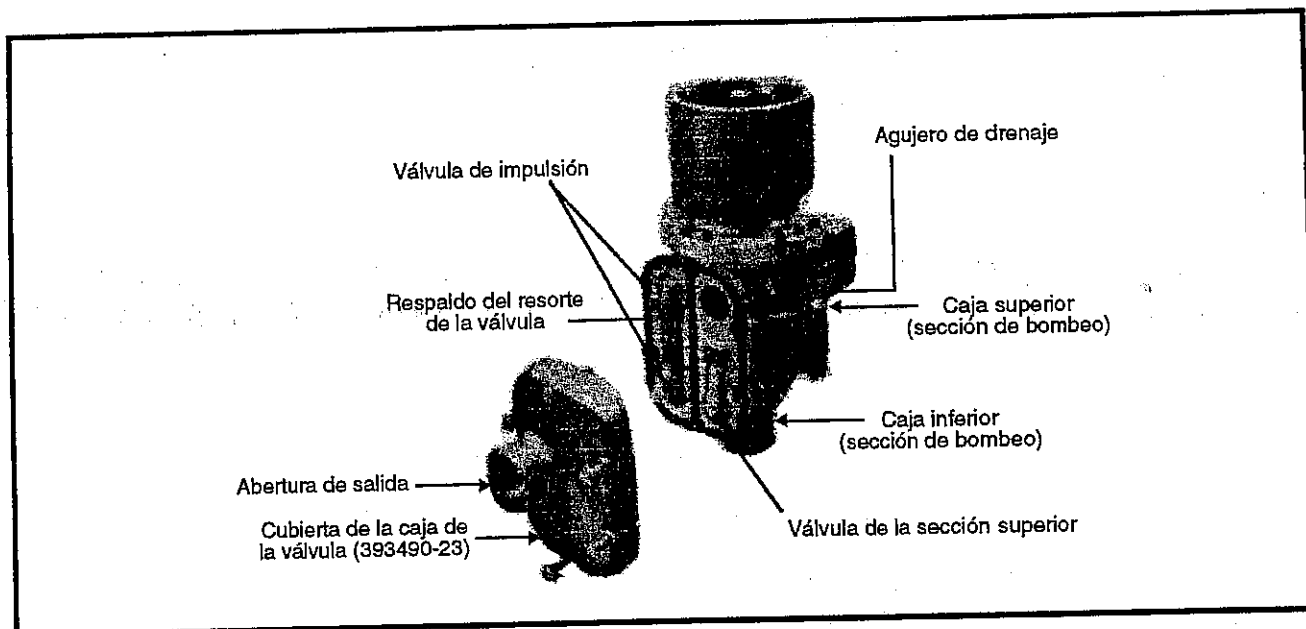

Figura 6:
E. Compruebe periódicamente si existen fugas de material en los sellos 393490-48 (figura 4) inspeccionando el agujero de drenaje (figura 6) entre la caja superior 393490-45 y la caja del motor de aire comprimido 393490-13.
7. La unidad no bombeará adecuadamente si una de las válvulas de succión está atascada en la posición abierta. Consulte el procedimiento de comprobación de la válvula de succión superior en la figura 6.
8. Retire la caja de la válvula y compruebe si hay suciedad debajo de las válvulas o algún resorte roto. Limpie el área y reemplace los resortes rotos. Las válvulas de impulsión se encuentran una encima de la otra, mientras que sólo hay una válvula de succión superior (figura 6).